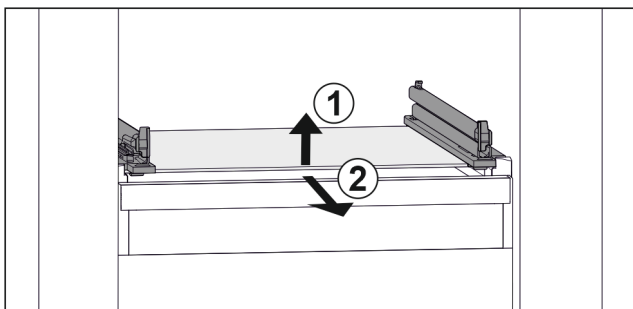

Fig. 78 Exemple de représentation de la tablette en verre
- ▶ Soulever la tablette en verre par l'avant. Fig. 78 (1)
- ▶ Retirer la tablette en verre par l'avant. Fig. 78 (2)